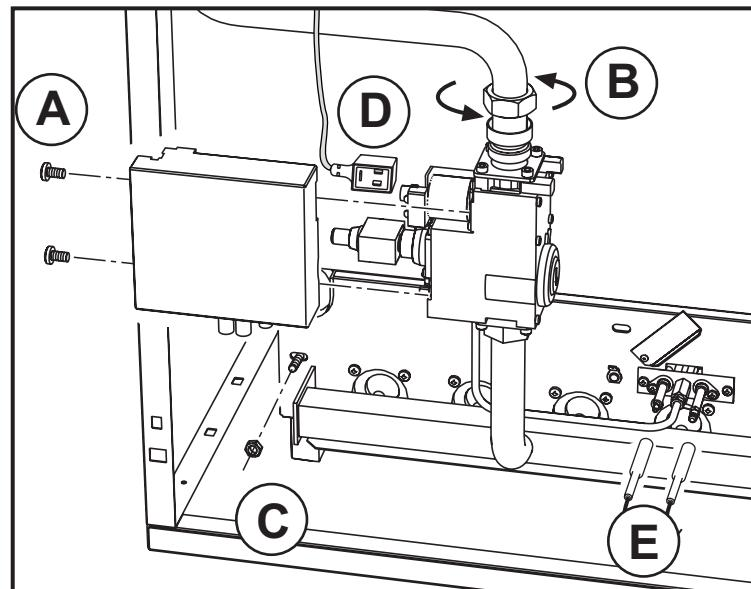
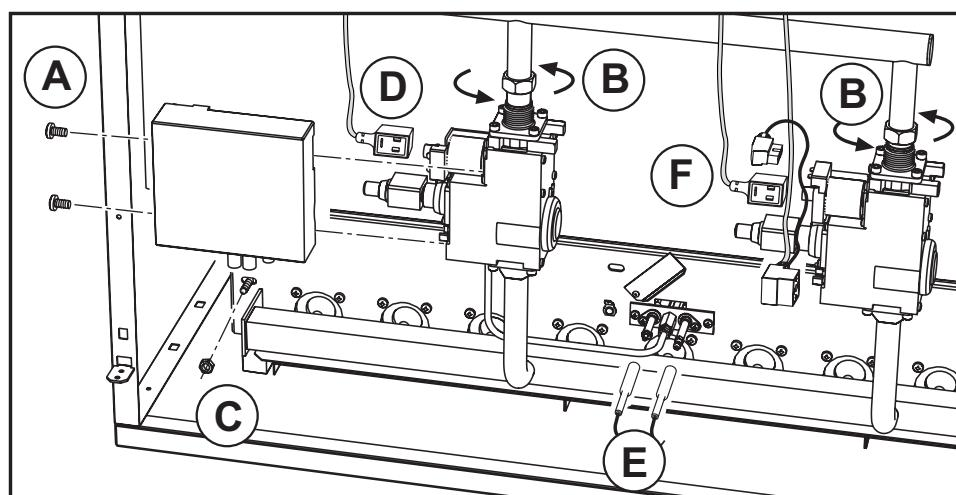

fig. 9 - Modelele 67 - 77 - 87
fig. 10 - Modelele 97 - 107
- Desfaceți cele două șuruburi (A) care fixează unitatea electronică de control al flăcării la valva de gaz (fig. 9 și 10) și scoateți-o de pe aceasta. Desfaceți șurubul care fixează conectorul (D - fig. 9 și 10) și scoateți-l.
- Pentru modelele GASTER N 97 și 107 AW, care au 2 valve de gaz, va fi necesar de asemenea să desfaceți cele 2 șuruburi care fixează cele 2 conexiuni electrice (F) care alimentează a doua valvă și să le scoateți de pe aceasta.
- Desfaceți piulița care fixează țeava de alimentare cu gaz din amonte de valva de gaz (fig. 9). Pentru modelele 97 și 107, deșurubați cele 2 piulițe (fig. 10).
- Deșurubați cele două piulițe care fixează ușa camerei de ardere de elementele din fontă ale centralei (fig. 9 și 10).